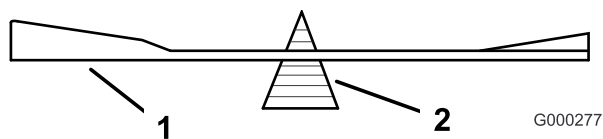
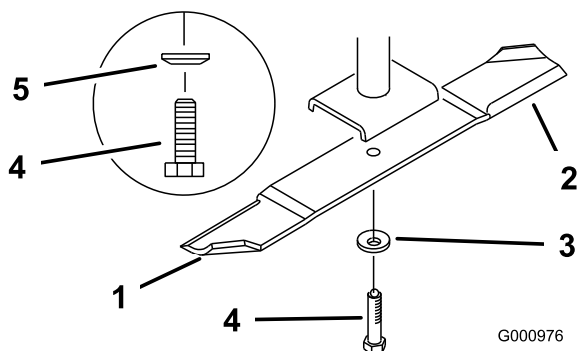

Figura 74
Figura 75
- Togliete il bullone, il disco elastico e la lama dall'asse del fusello (Figura 75).
- Controllate l'equilibrio della lama posizionandola su un bilanciatore (Figura 74). Se la lama rimane in posizione orizzontale, è bilanciata e può essere utilizzata. Se la lama non è bilanciata, limate del metallo soltanto dalla costa (Figura 75). Ripetete la procedura finché la lama non è perfettamente bilanciata.
1. Montate la lama sull'asse del fusello (Figura 75).
2. Montate il disco elastico e il bullone della lama. Il cono del disco elastico deve essere rivolto in verso la testa del bullone (Figura 75). Serrate il bullone della lama a 115-150 Nm.